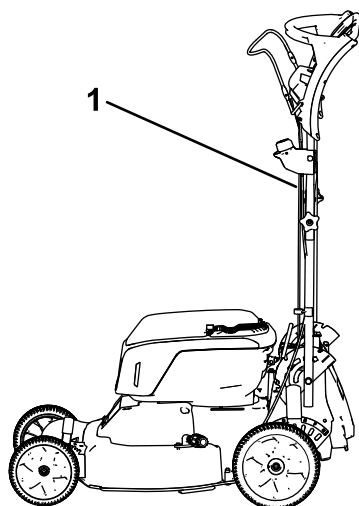

Figura 26
1. Bloccate la stegola in posizione verticale (Figura 26); vedere Regolazione dell'altezza della stegola (pagina 17).